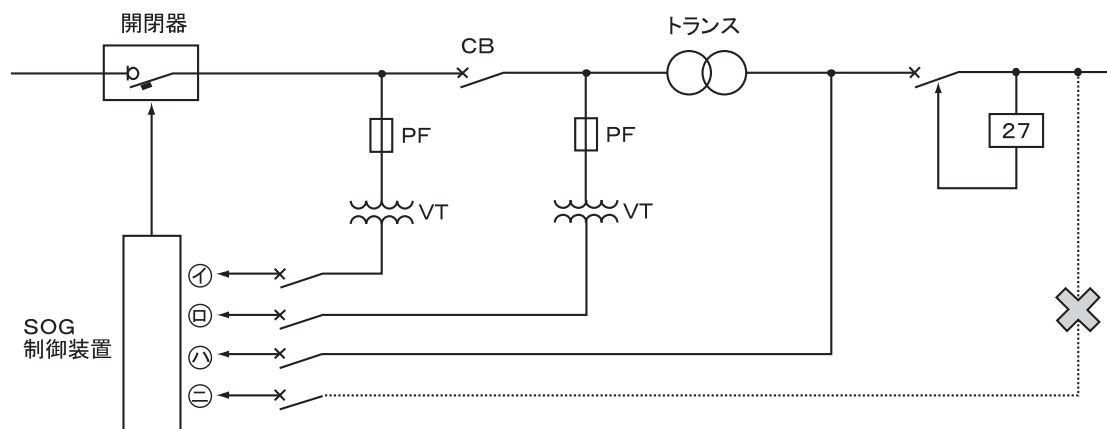

図9 制御電源のとり方
- ① 1.25mm²以上の600Vビニル絶縁電線（IV）、600Vビニル絶縁ケーブル（CVV）などを使用してください。
- ② 制御電源を別系統からとればSO動作（過電流→停電→蓄勢トリップ）ができません。
- ③ 制御電源用のスイッチが開いたり、ヒューズが溶断したりして、制御電源が切れることのないよう注意してください。
- ④ 操作変圧器（VT）は計器用変圧器を利用できます。
- ⑤ 雷サージなどの異常電圧はP2端子から接地へ放電するようにしていますので、P2端子に制御電源の接地相側を接続してください。
- ⑥ ㊦のとり方をしますと、もし電圧降下で27が動作し、配線用遮断器が開放すると制御電源がなくなりますので、配線用遮断器再投入までに事故が発生したとき、本開閉器で保護することができません。
- ⑦ 図9において㊦のとり方を推奨します。